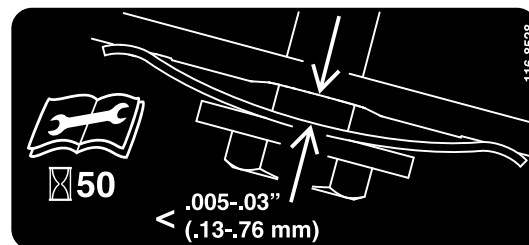

Рисунок 37
3. Прижмите комплексный калибр для измерения зазора в пределах от 0,13 до 0,76 мм к стенке, затем сдвиньте его вниз позади пружины натяжения ремня; см. Рисунок 37.